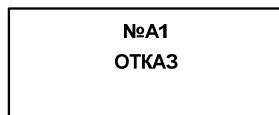

Рисунок 5
3.3.2.4 В случае возникновения неисправностей, перечисленных в 1.2.2.4, сигнализатор выдаст сигнал "Отказ". На цифровом дисплее во второй строке отобразится слово ОТКАЗ (рисунок 5), а на модуле связи соответствующего канала и датчика излучение светодиода "Н" станет красным и прозвучит непрерывный звуковой сигнал.